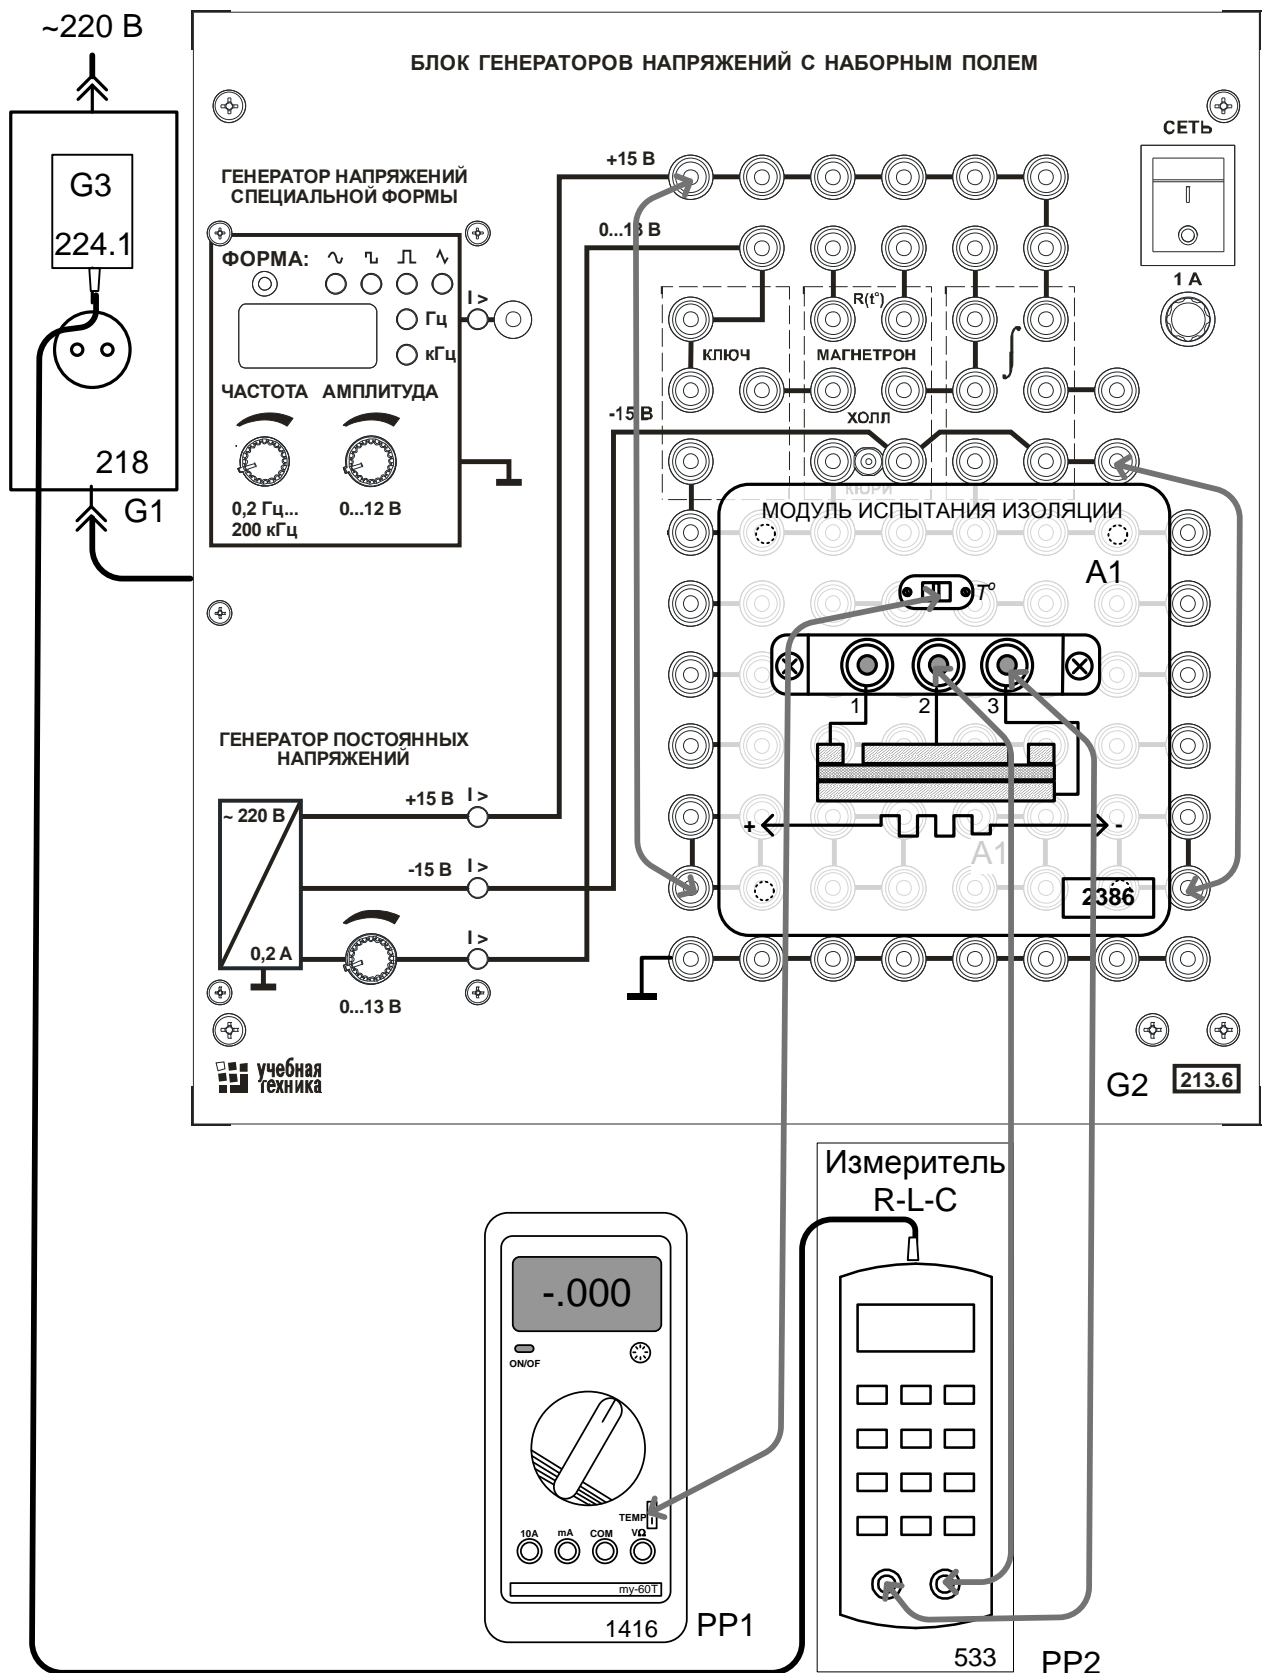

Рис. 3.2.1. Схема электрическая соединений для измерения емкости и тангенса потерь
Схема электрическая соединений для измерения параметров конденсатора приведена на рис. 3.2.1. Плоский конденсатор, находящийся в модуле испытания, представляет собой пластину стеклотекстолита, фольгированного с двух сторон. Пластина нагревается резисторами. Температура измеряется с помощью термопары и мультиметра с функцией измерения температуры.
- Вставьте модуль испытания изоляции в наборную панель, как показано на рис. 3.2.1..
- Соедините аппаратуру в соответствии со схемой соединений (рис. 3.2.1). При этом подключите блок питания 224.1 к разъему на верхней стороне корпуса прибора Е7-22. Вилку блока питания включите в розетку однофазно источника питания (G1).